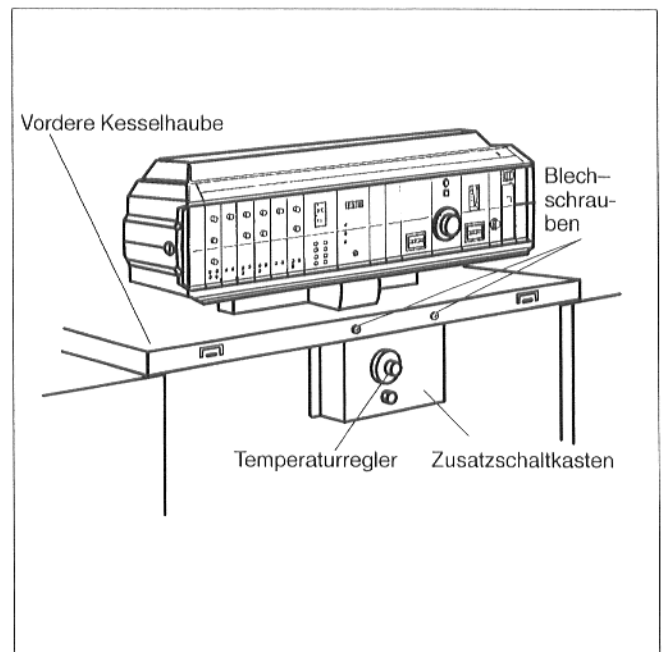

Abb. 40: Montage Zusatzschaltkasten
- Zusatzschaltkasten HT 3101 (Version Ringdrosselklappe) bzw. HT 3102 (Version Thermostatventil) an die Vorderseite der vorderen Kesselhaube mit zwei Blechschrauben befestigen (Abb. 40).
- Temperaturregler auf "AUT/90" einstellen (Abb. 40).